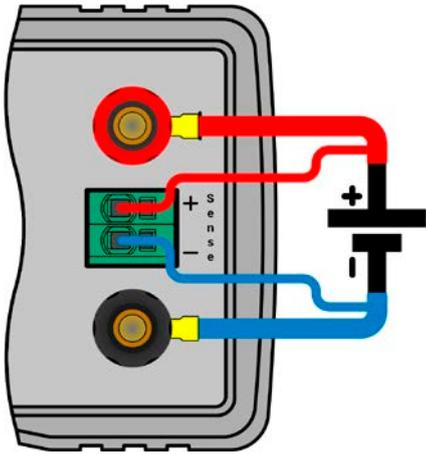

Bild 12 - Prinzip der Fernfühlungsverdrahtung
- Die Fernfühlung ist nur im Konstantspannungsbetrieb (CV) wirksam und der Fernfühlungsanschluß sollte möglichst nur solange angeschlossen bleiben, wie CV benutzt wird, weil die Schwingneigung des Systems durch Verbinden der Fernfühlung generell erhöht wird.
- (+) Sense darf nur am (+) der Quelle und (-) Sense nur am (-) der Quelle angeschlossen werden. Ansonsten könnte die elektronische Last beschädigt werden. Siehe auch *Bild 12*.